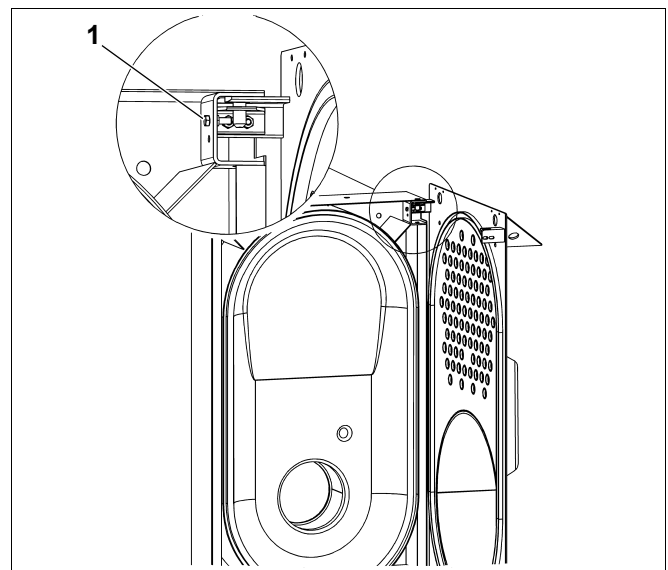

Рис. 2 Предохранительный болт
- При открытой двери вынуть предохранительный болт (рис. 2, поз. 1) на верхнем правом шарнирном креплении двери.
- Открыть дверь и установить предохранительный болт в верхнее отверстие левого шарнирного крепления дверцы (рис. 2).